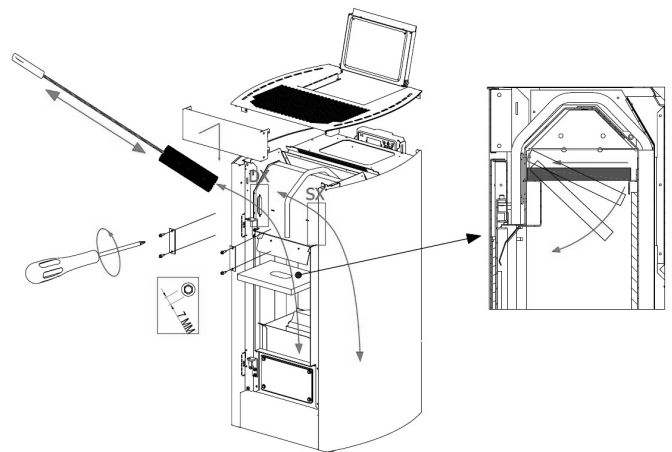

Fig. 84 - Limpieza
- Extraer la cobertura (véase **Fig. 84**).